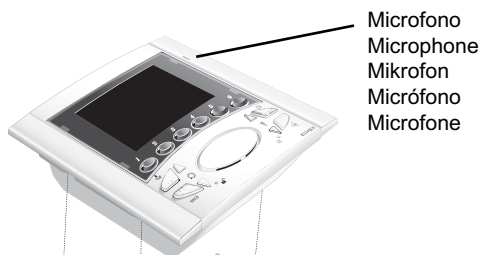

Fig. 3
- Fix the bracket to the monitor as indicated in figure 3, keeping the cursors well aligned to the monitor sides.
- Fixer les étriers au moniteur comme indiqué dans la figure 3 en tenant les curseurs bien alignés aux côtés du moniteur.
- Die Halter durch Halten der Schieber auf der Monitorseiten vollkommen angereiht an den Monitor wie in Abb. 3 gezeigt, befestigen.